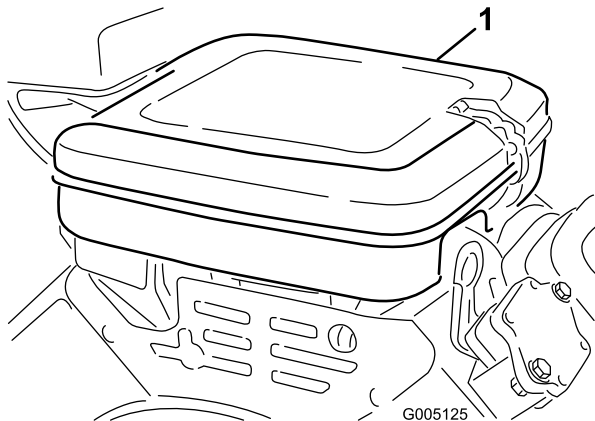

Figura 40
1. Limpe a cobertura do filtro de ar (Figura 40).